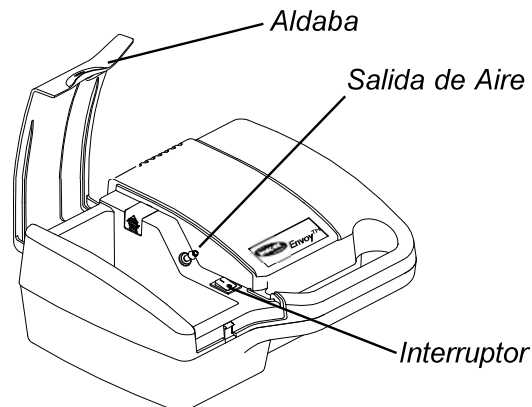

FIGURA 1 - UBICACIÓN DE LA SALIDA DE AIRE
4. Conecte y asegure bien una punta de la cánula en la salida de aire del aparato (**FIGURA 1**).